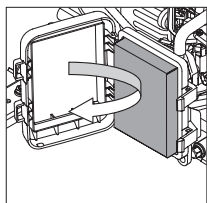

Fig. 12
1. Retire a tampa do filtro de ar [Fig. 12].